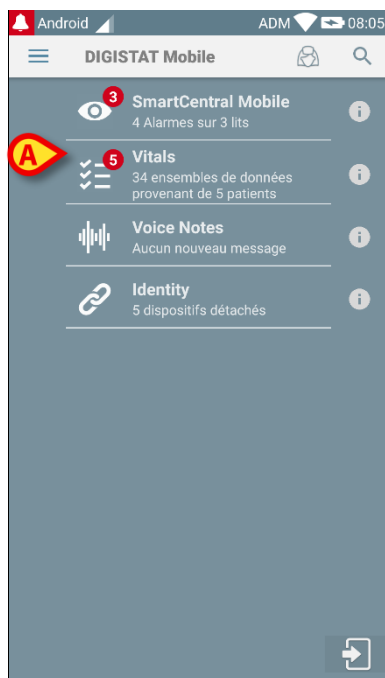

Fig 55
- Taper sur la rangée correspondante sur l'écran du dispositif portable (Fig 55).